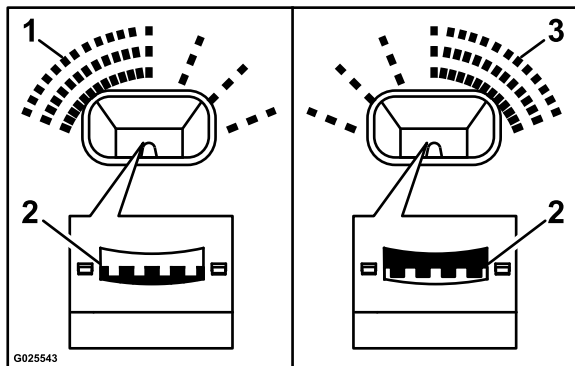
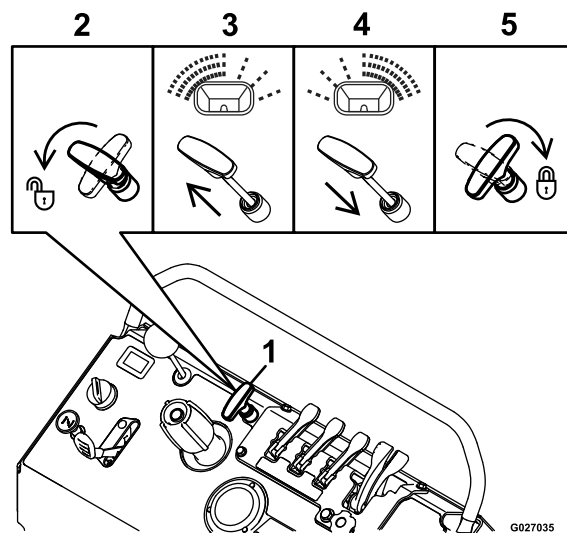

Figure 31
Figure 32
Si l'épandage n'est pas égal des deux côtés, c'est-à-dire s'il est insuffisant ou excessif d'un côté (voir Figure 31 et Figure 32), ajustez-le comme suit :
1. Débloquez la commande d'épandage en tournant la poignée dans le sens antihoraire de 90°, comme montré en 2 sur la Figure 32.
légèrement la commande d'épandage vers le haut; voir 3 sur la Figure 32.
- Si la quantité épandue est trop importante sur le côté droit de la machine, poussez légèrement la commande d'épandage vers le bas; voir 4 sur la Figure 32.
3. Bloquez la commande d'épandage en tournant la poignée dans le sens horaire de 90°; voir 5 sur la Figure 32.